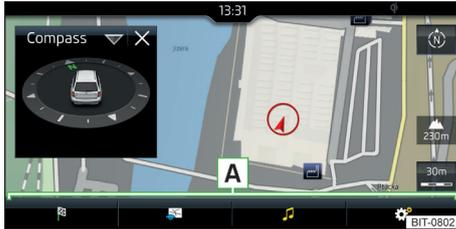

Abb. 243
Das Hauptmenü wird angezeigt » Abb. 243.
**Beschreibung der Funktionsflächen**  » Abb. 243